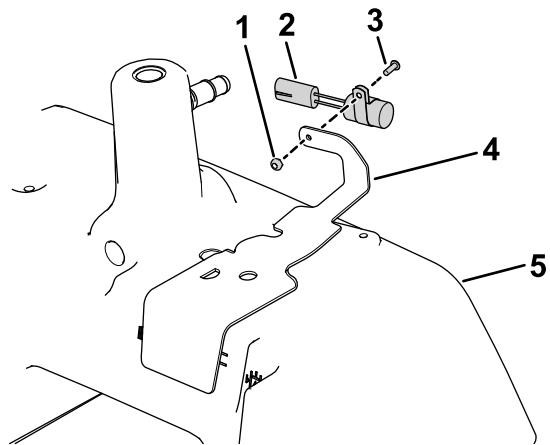
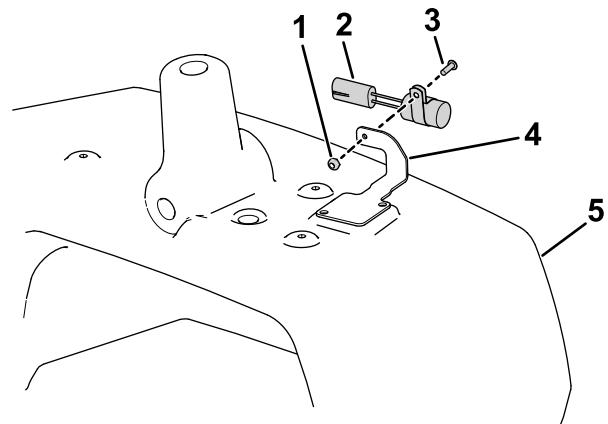

Bild 5
Bild 6
- Setzen Sie die Ölstandabdeckung auf, befestigen sie diese jedoch noch nicht am Haupthydraulikbehälter (Bild 5).
- Verwenden Sie die Schraube (5/8") und die Sicherungsmutter, um den Verzögerungstimer an der Ölstandsabdeckung zu befestigen (nur Diesel-TriFlex-Modelle und Greensmaster 3250-Modelle; siehe Bild 5 oder Bild 6).
10. Befestigen Sie die Ölstandabdeckung und das Magnetventil mit zwei Sechskantschrauben und dem Scheibenbügel am Haupthydraulikbehälter (Bild 5).